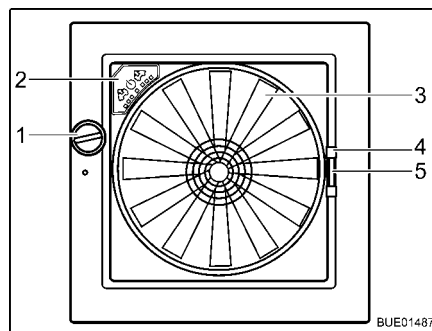

Fig. 128 Lanterneau Omni-Vent
- Tourner le bouton rotatif (Fig. 128,1) jusqu'à ce que l'angle d'ouverture désiré soit atteint.
- Tourner le bouton rotatif (Fig. 128,1) jusqu'à ce que le lanterneau soit entièrement fermé.
- Tirer la moustiquaire par la poignée (Fig. 128,4) vers le côté de cadre opposé.
- Presser la poignée (Fig. 128,5) du dispositif occultant.
- Ventilateur** Quand le lanterneau est ouvert, l'espace intérieur peut être ventilé et aéré avec un ventilateur à 6 niveaux de puissance (Fig. 128,3). La commande du ventilateur s'effectue sur son panneau de commande (Fig. 128,2).